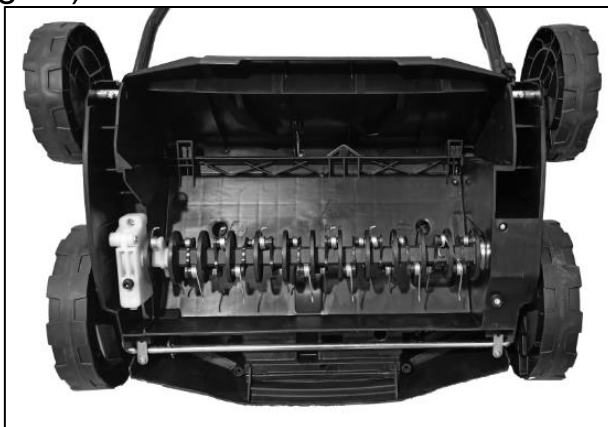

Fig.16
- e) Chiudere il cappello del cuscinetto e procedere al fissaggio serrando nuovamente i bulloni a testa esagonale (Fig.16). Dopo averlo posizionato saldamente, sollevare delicatamente l'arieggiatore/scarificatore prima di accendere l'apparecchio per l'uso.